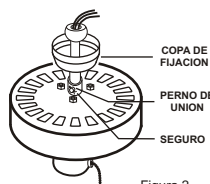

Figura 2
3. Inserte el caño de extensión en la parte superior del motor alineando los agujeros transversales y pase el perno de unión, luego coloque el seguro en el extremo del perno y doble sus extremos para evitar que se salga. Para evitar ruidos molestos, asegúrese de que los extremos del seguro no toquen la carcasa del motor como se muestra en la figura 2.